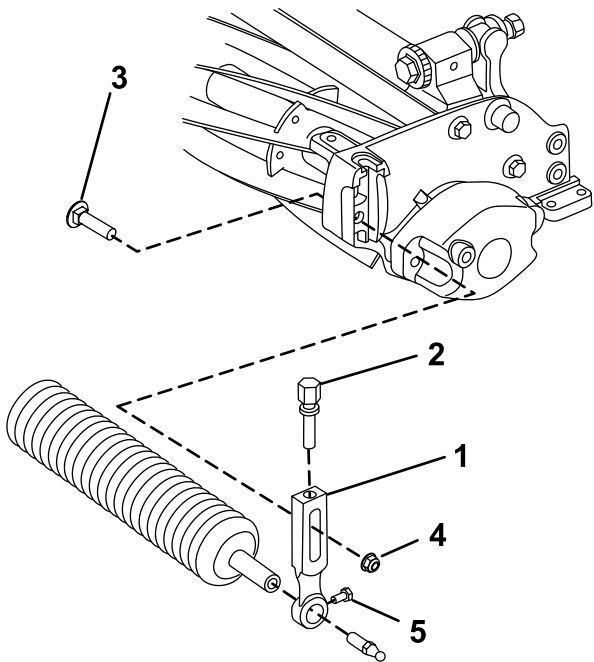

图 3
- 卸下将其中一个剪草高度臂固定至滚刀组侧板的防松螺栓、垫圈及凸缘螺母 图 3。
- 用之前卸下的剪草高度臂和紧固件将滚筒松松地固定到滚刀组上 图 3。
- 拧紧滚筒安装螺丝 图 3。
- 旋松剪草高度臂上的滚筒安装螺丝 图 3。
- 将滚筒轴滑入滚刀组另一端上的剪草高度臂中 图 3。
- 将剪草高度臂滑到滚筒轴上 图 3。